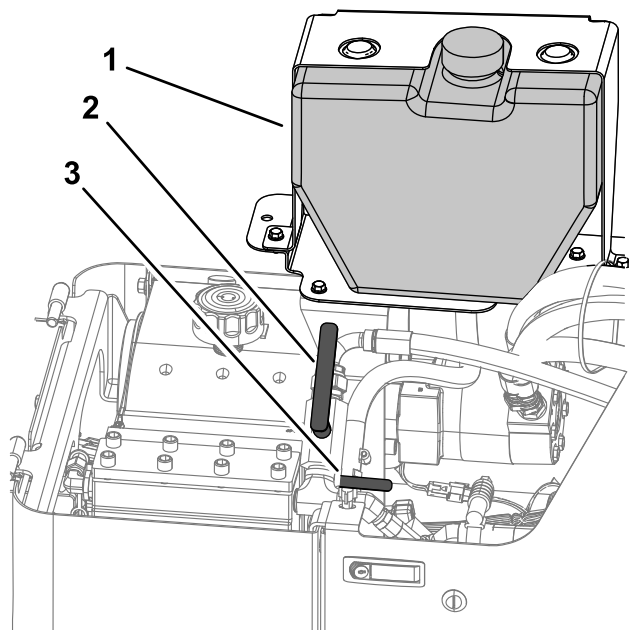

Figure 122
4. Tournez la vanne du fluide de forage dans le sens horaire en position FERMÉE (Figure 122).
Placez la commande du tuyau d'arrosage auxiliaire en position de MARCHE (I) (Figure 122).